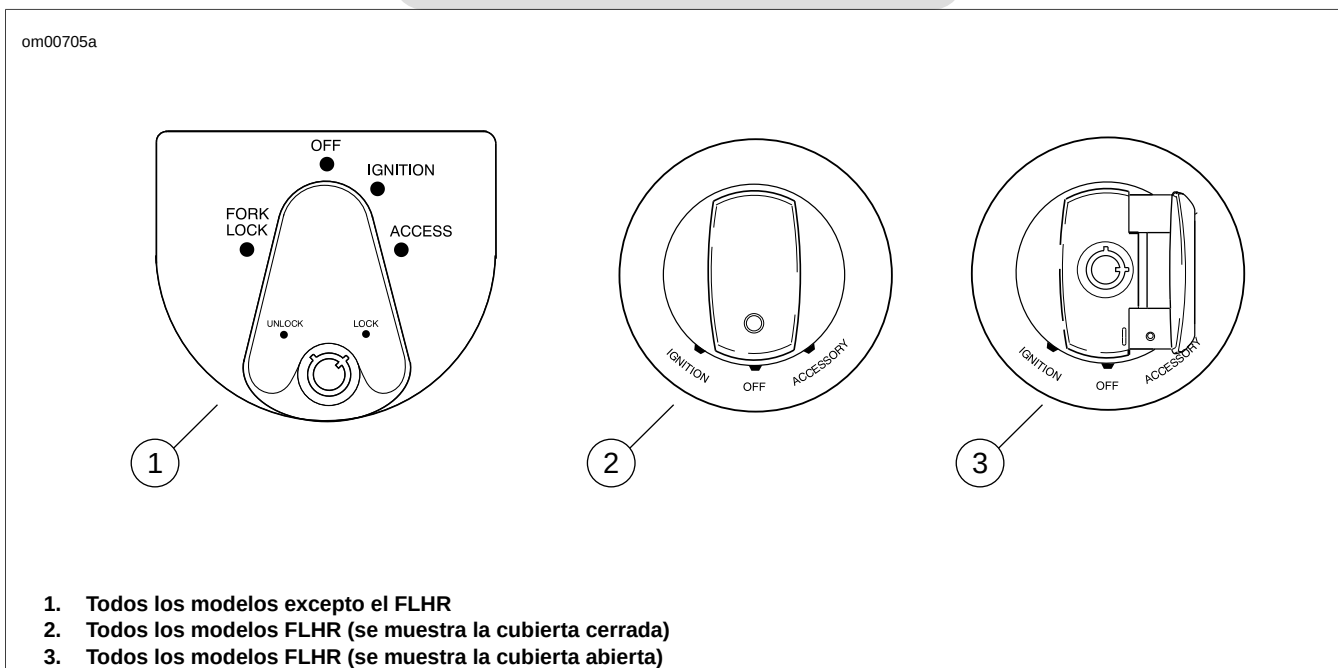

Figura 3-7. Interruptor de encendido: Modelos Touring
- Vea Figura 3-7. Llave en ENCENDIDO significa que el interruptor está en IGNITION (encendido) y que el interruptor de parada del motor está en MARCHA (aunque el motor **no** esté funcionando).